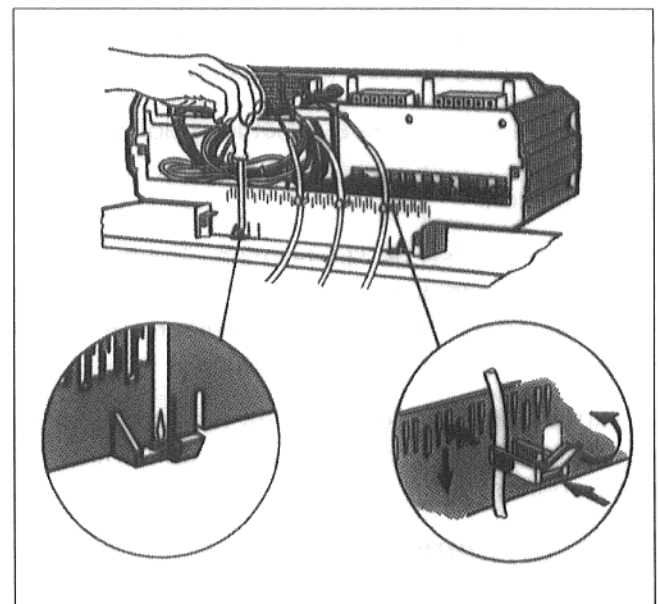

Fig. 22
- Par l'intérieur du passe-câbles, visser le socle de l'appareil de régulation à gauche et à droite sur le capot avant de la chaudière, à l'aide de 2 vis Parker (Fig. 22).
- Insérer les serre-câbles équipés du câble de raccordement dans le cadre prévu et fixer les câbles en inversant le levier (Fig. 22).